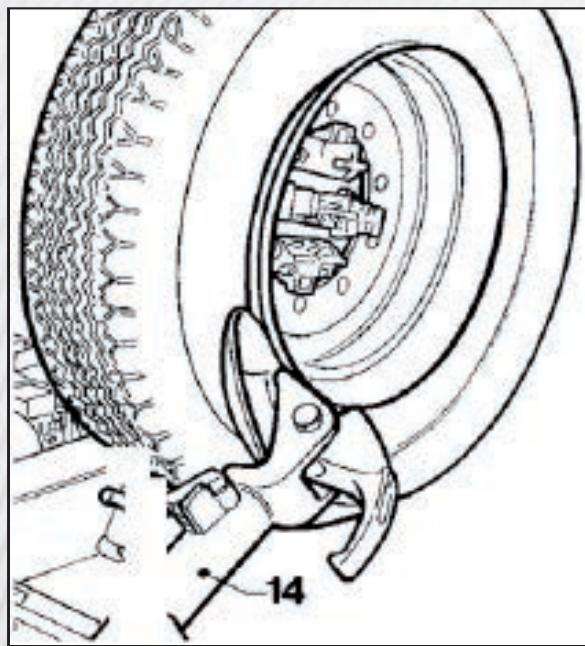
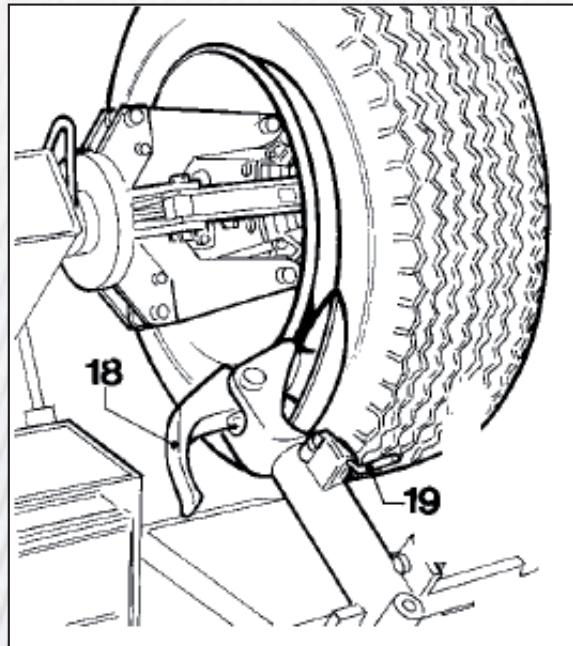

Рисунок 14
Рисунок 15
- 3) Установите кронштейн съемного рычага покрышки 14 (рис. 14) в рабочее положение и дайте ему зафиксироваться.
- 4) При помощи переносного блока управления маневрируйте колесом до тех пор, пока внешняя часть обода не появится из-за диска (рис. 14).
- 7) Отведите кронштейн съемного рычага покрышки 14 (рис. 14) в сторону и установите его в не рабочее положение, отжав его установочную рукоятку, затем переведите его во второе рабочее положение (рис. 15).
8) Нажмите на рукоятку установки съемного рычага 19 (рис. 15) и поверните головку рукоятки на 180°, пока он автоматически не зафиксируется.
Примечание: Чтобы лапка 18 (рис. 15) не мешала, ее можно наклонить.